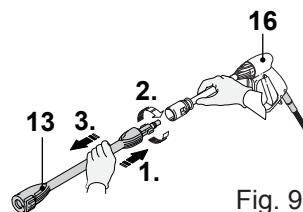

Fig. 9
1. Encaixe sempre a lança de extensão (13) quando utilizar o bocal Dirtblaster (14) (Fig. 9).